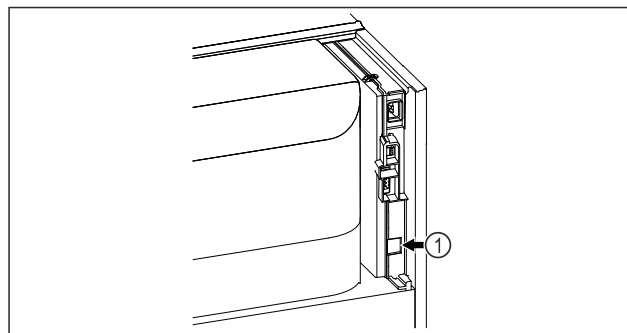

Fig. 147
- SmartModule Fig. 147 (1) è inserito.